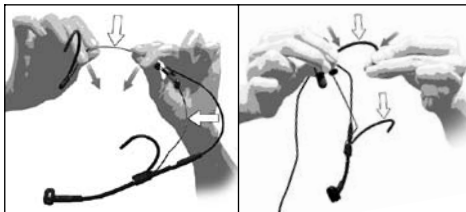

Fig. 6: Come piegare l'archetto sottonucale e l'archetto auricolare
Vedi fig. 6.
- Tenete l'archetto sottonucale rispettivamente l'archetto auricolare fermi nei punti indicati nella fig. 6 e piegateli **prudentemente** un po' verso l'interno.